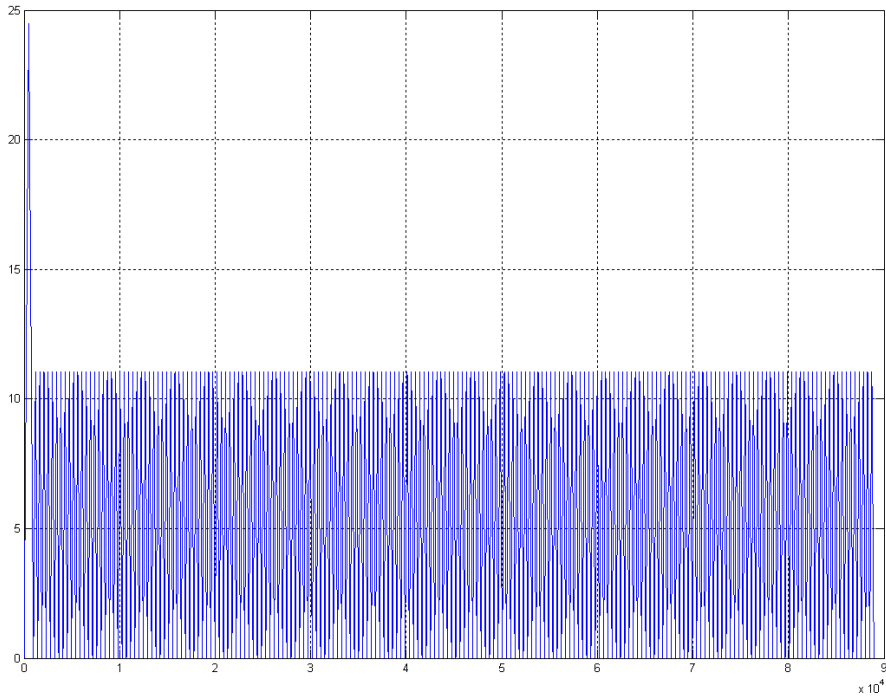
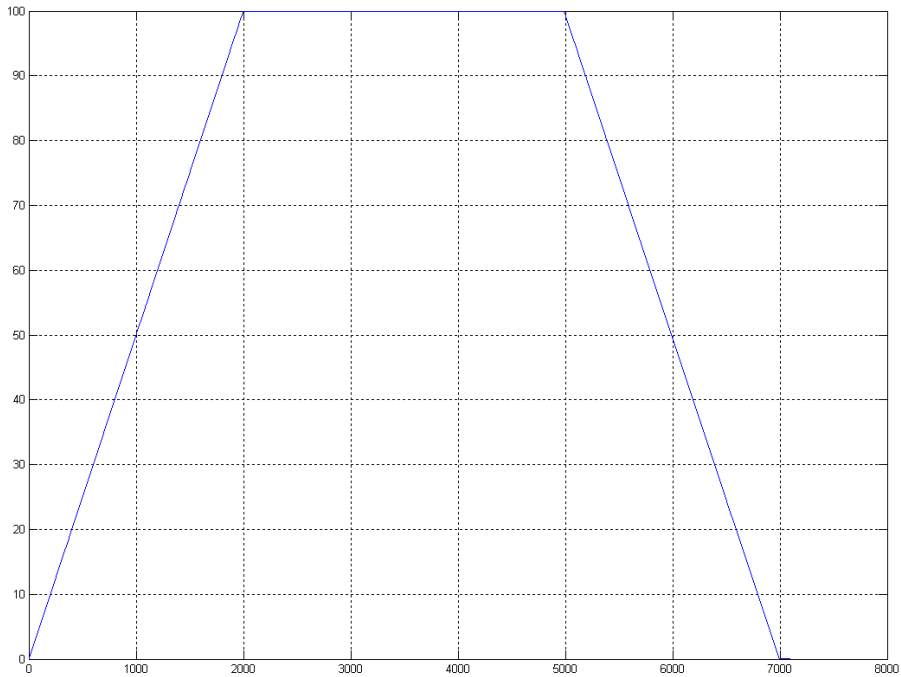

图 4-16 没有进行前瞻预处理的合成速度曲线
图 4-17 进行了前瞻预处理后的合成速度曲线
- 没有前瞻预处理和经过前瞻预处理的区别如图 4-16 和图 4-17 所示。